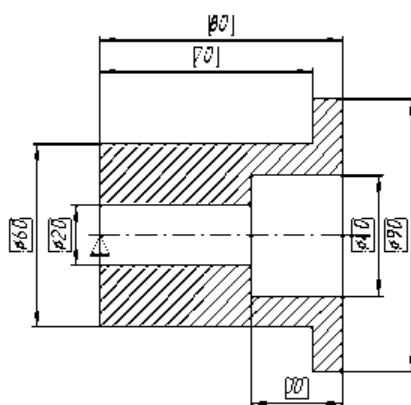

Рисунок 6.11 – Параметричне креслення «*Втулка 2*»
13. Побудуйте креслення деталі «*Втулка 2*», рис. 6.11.